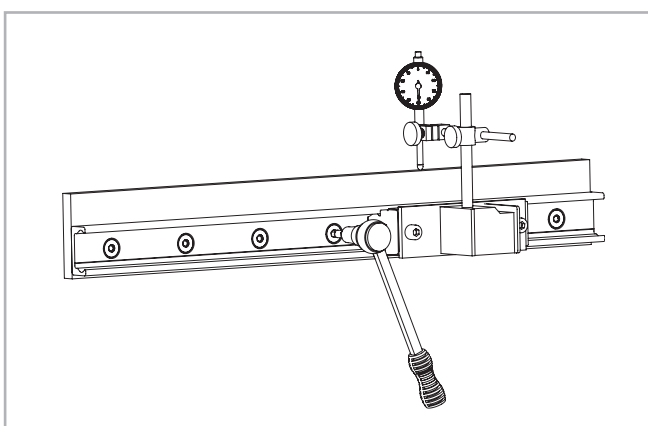

Fig. 103
(2) Montare un comparatore sul cursore in modo da misurare lo spostamento della guida rispetto ad una linea di riferimento. Posizionare ora il cursore al centro della guida e azzerare il comparatore. Muovere il cursore avanti e indietro coprendo di volta in volta la distanza tra due fori e allineare accuratamente la guida. Ora serrare le tre viti al centro di questa zona con la coppia di serraggio prescritta, vedere fig. 103.
(3) Posizionare il cursore ad un'estremità della guida e allineare con attenzione la guida al valore zero del comparatore.